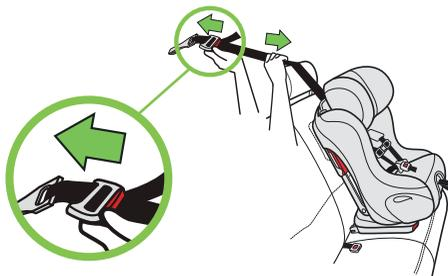

Figure 81
- Allongez la courroie d'ancrage supérieure en pressant et en tenant le bouton de réglage du harnais, tout en tirant sur la bandoulière, comme sur la **Figure 81**.